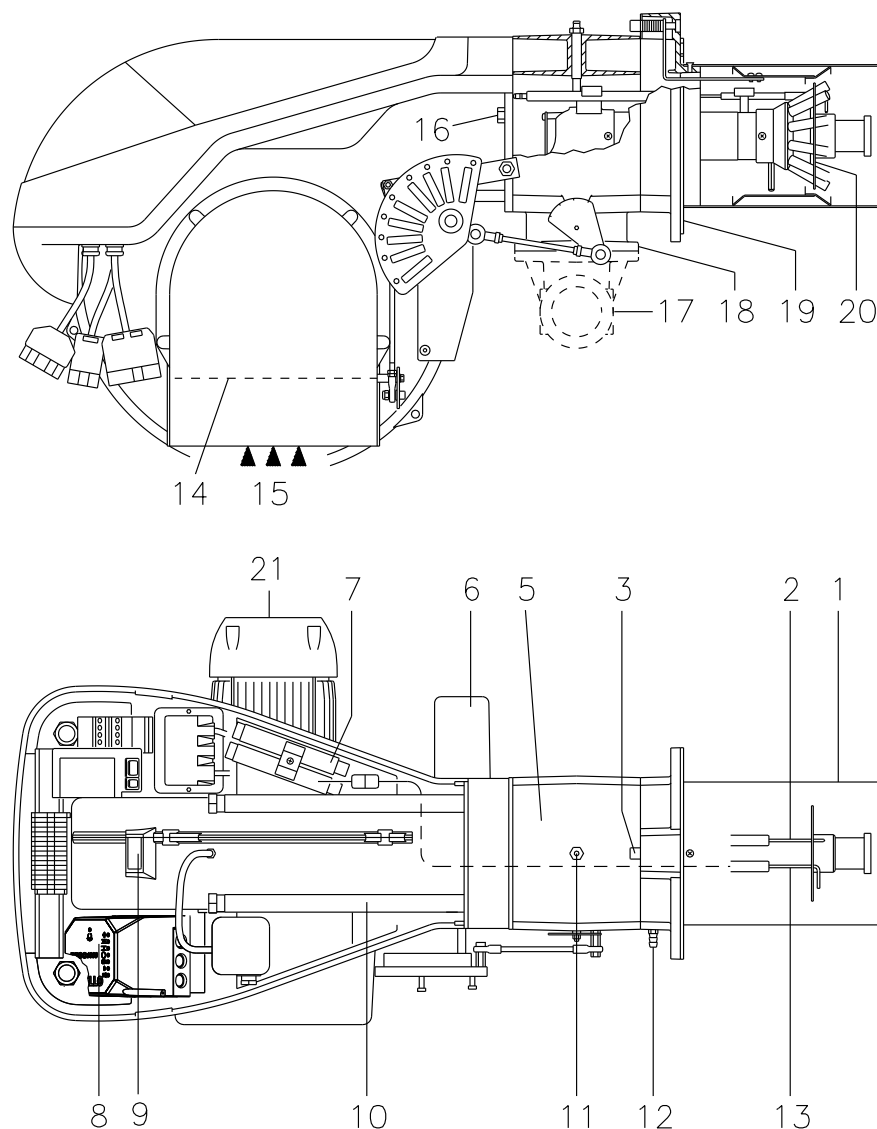

рис. 4
(1) Исходные условия: Температура окружающей среды 20°C - Температура газа 15°C - Атмосферное давление 1013 мбар - Высота над уровнем моря 0 м.
(2) Давление в контрольной точке 5) (рис. 4) при нулевом давлении в камере сгорания и максимальной мощности горелки.
(3) Действительно для природного газа с низшей теплотворной способностью 10 кВт·ч/Нм³.
(4) Действительно для сжиженного газа с низшей теплотворной способностью 13 кВт·ч/кг.